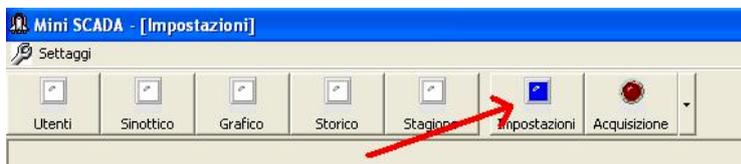
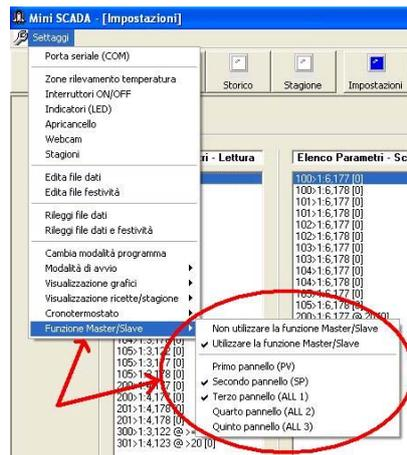

Figura 3.46: Selezione delle impostazioni
Figura 3.47: Impostazioni Master/Slave
Selezionare la funzione "Impostazioni" (figura 3.46) e successivamente il menù *Settaggi* → *Funzione Master/Slave*. Per abilitare la funzione selezionare "Utilizzare la funzione Master/Slave" e quindi selezionare i valori ai quali applicare la funzione ("Primo pannello (PV)", ... , "Quinto pannello (ALL3)") – figura 3.47. Per disabilitare la funzione selezionare "Non utilizzare la funzione Master/Slave".